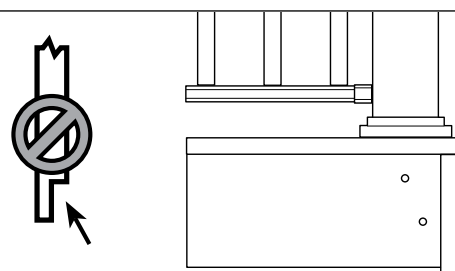

fig. 3
5 cm (2 po) = 1,17 m (46 1/4 po). **Important : Ne faites pas d'encoche dans les poteaux de 4x4 du garde-corps. Cela réduirait la force du poteau et pourrait mener à une défaillance ou l'écrasement du garde-corps (fig. 3).** Utilisez les supports de poteaux structuraux pour l'installation sur le béton.
Étape 3 Grâce au niveau, positionnez, mettez le poteau à niveau et maintenez-le avec un serre-joint à la face intérieure de la solive. Remettez à niveau. Le poteau de garde-corps de 10 x 10 cm (4 x 4 po) devrait être boulonné à l'intérieur de la solive avec deux boulons de carrosserie galvanisés 1,27 x 15,24 cm (1/2 x 6 po). Les poteaux de coin utilisent un troisième boulon de carrosserie inséré à travers la solive adjacente (fig. 3).